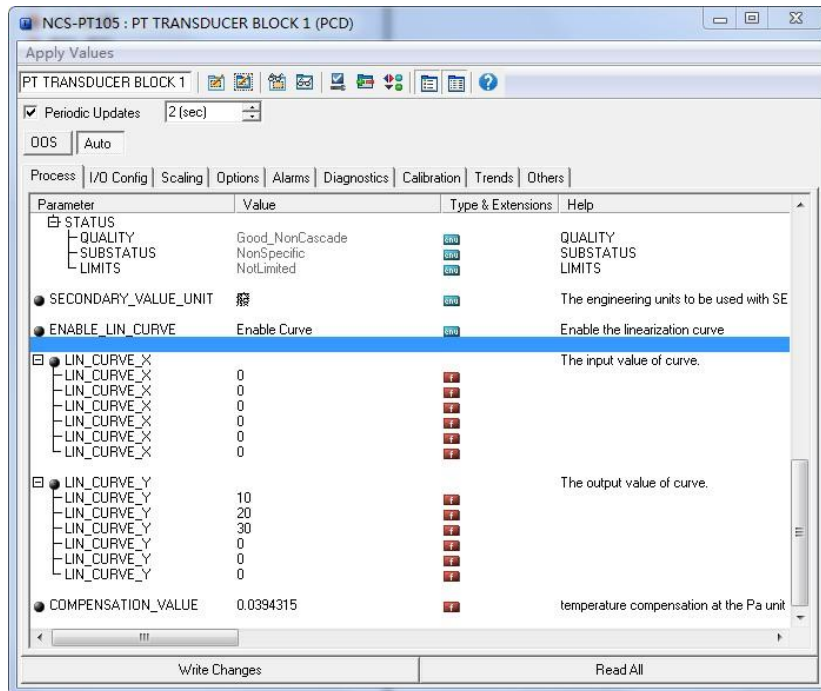

图 6.4 IN_CURVE_Y 的配置
- 1) 智能变送器提供 6 个校正点输入，即变换块的参数 **LIN_CURVE_Y** 数组，用户可以依次将要校准的压力值写入数组并选择好单位。例如，在进行三点插值校准时，用户选择 10 kPa，20 kPa，30 kPa 作为校准点，将这三个值依次写在 **LIN_CURVE_Y** 数组里，如图 6.4 所示。